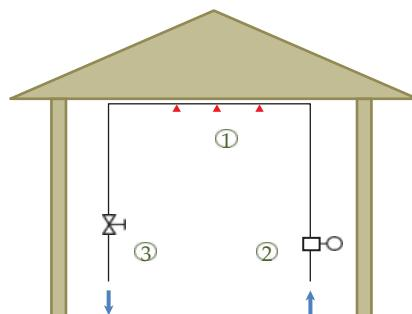

Рис. 1.11
Спринклерные системы используются для смягчения последствий пожара. Когда обнаруженная температура в помещении достигает определенного предела, внутренний клапан в спринклерной системе открывается и вода выпускается в виде брызгов. Часто требуется протестировать такие системы, как функцию выпуска, так и емкость подачи воды. Функция сброса может быть испытана путем набора образцов для испытаний в лаборатории. Поток воды, подаваемой в разбрзгиватели (1), можно проверить, открыв перепускные клапаны (3) и проверив поток, измеренный локально установленными расходомерами (2) (рис. 1.11).